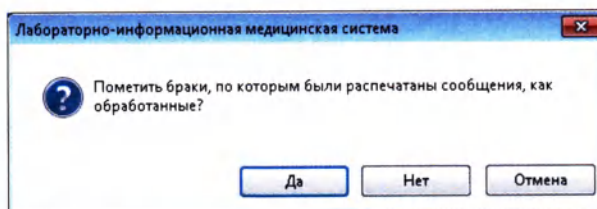

Рисунок 7.24
3. После распечатки документов ЛИС предложит пометить браки, по которым были распечатаны сообщения, как «отработанные». Если это необходимо, нажмите кнопку «Да», иначе нажмите кнопку «Нет» или «Отмена» (Рисунок 7.24):